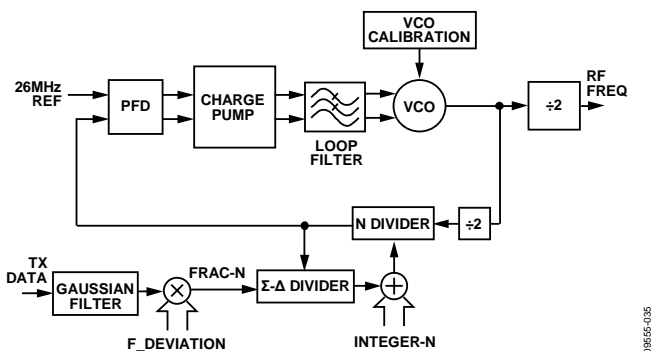

図 79. RF 周波数シンセサイザの構造
送信信号とレシーバーのローカル発振器 (LO) 信号の生成には、共に内蔵 RF 周波数シンセサイザが使われます。周波数シンセサイザのアーキテクチャを図 79 に示します。